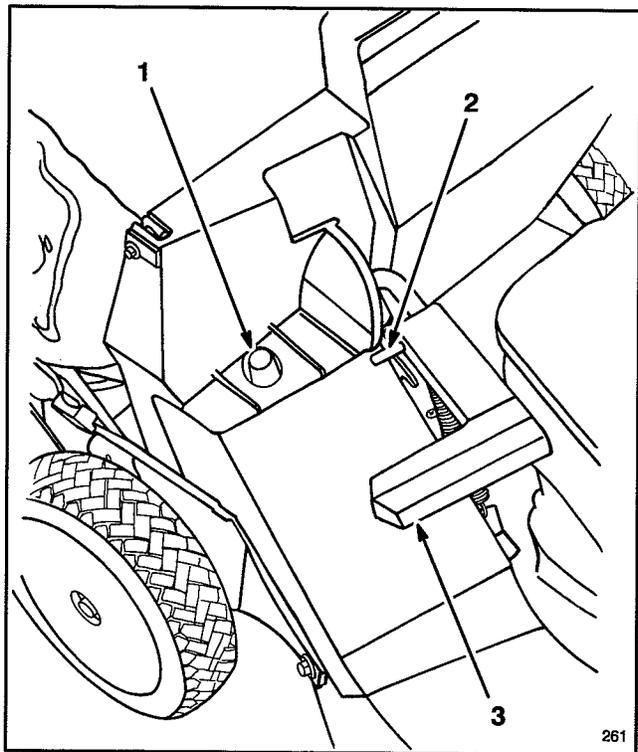

Figure 14
2. Vérifier que la poignée du volet d'éjection est abaissée à fond vers l'avant et que le goujon est bien engagé dans son logement (Fig. 14).
3. **INSTALLATION DU SAC** – Glisser le trou du cadre du sac sur l'ergot de retenue se trouvant sur l'éjecteur (Fig. 14), et attacher l'arrière du cadre à la barre du mancheron.
5. VIDAGE DU SAC – Arrêter le moteur et attendre l'arrêt complet de toutes les pièces en mouvement. Soulever la poignée du volet d'éjection et la pousser vers l'avant jusqu'à ce que l'ergot de verrouillage s'engage dans l'arrêt (Fig.14). Saisir les poignées avant et arrière du sac pour le soulever hors de la tondeuse. Basculer progressivement le sac en avant pour vider les déchets.